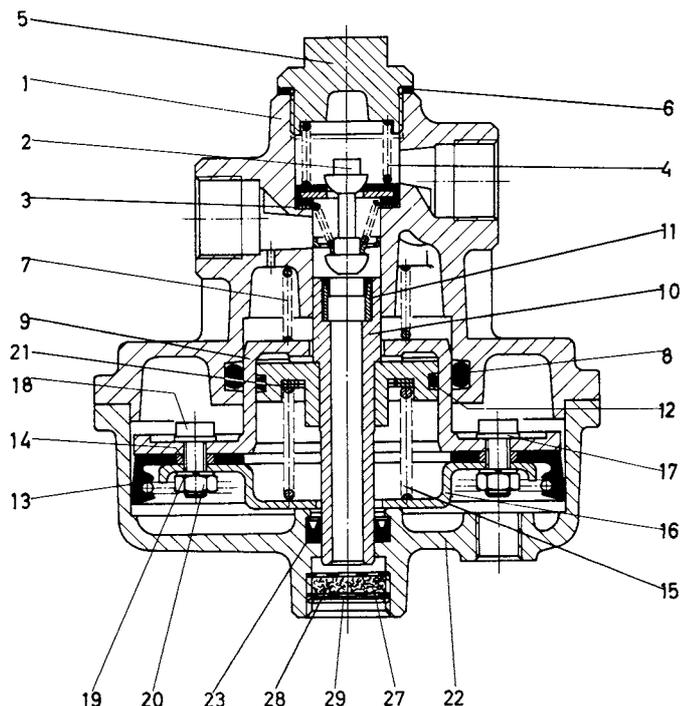

Abb. 1 (entnommen Ersatzteilblatt 473 003 - 100 Ausgabe Januar 1968).
- a) Die Einzelteile Pos. 2, 3, 4, 5 und 6 siehe Abb. 1 aus dem Gerät ausbauen.
- a) Dichtring (2) mit der gummierten Seite nach unten, und das Ventil (3) ins Gerät einsetzen (siehe Abb. 1).
b) Die Druckvoreilung von  $0,3$  bis  $0,7$   $\text{kp/cm}^2$  läßt sich durch Einlegen von max. 2 Scheiben (Bestell - Nr. 895 103 321 4) korrigieren (siehe auch Pos. 21, Abb. 1).